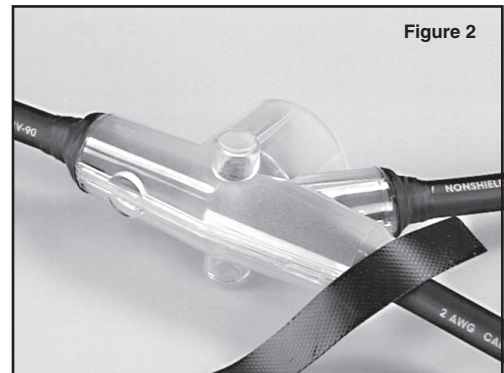

Figure 2
- 5.1 Couper les extrémités du moule à l'aide d'un couteau de manière que le câble soit légèrement lâche. Maintenir les moitiés du moule en place, en les centrant sur l'épissure (plier le câble de distribution pour qu'il soit vis-à-vis du centre du moule). Enclencher fermement les moitiés du moule (voir remarque ci-dessous). Vérifier que les deux joints sont fermement fixés. Fixer les extrémités du moule à l'aide de ruban autour du câble. Utiliser le ruban isolant Scotch™ n° 23 compris dans cette trousse (Voir la figure 2.)